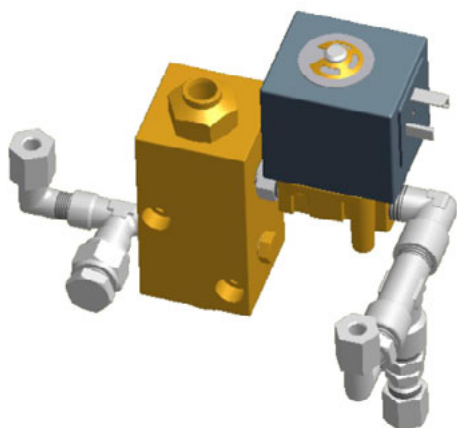
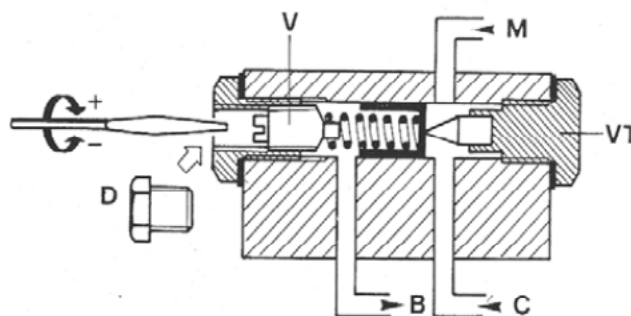

Fig. 6 - Regolatore manuale
Fig. 8
7. Per eseguire la regolazione della portata dell'olio in bassa fiamma agire sul regolatore di pressione manuale (Fig. 6): togliere il tappo **D** e agire sulla vite **V** (vedi Fig. 25) del regolatore manuale, servendosi di un cacciavite (vedi Fig. 24). La vite di regolazione
Nota: Dopo un certo periodo di funzionamento, possono verificarsi delle alterazioni di pressione, dovute alla presenza di sporco sulla tenuta dello spillo: è consigliabile, quindi, smontare la vite **VT** (vd. Fig. 6 - Fig. 8) e pulire.